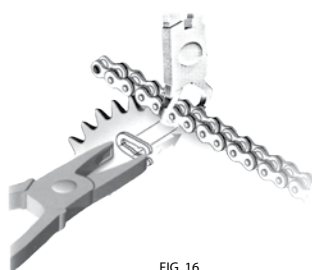

FIG. 16
7. Inserire la forchetta giunto nuova (A) dalla parte posteriore.
8. Posizionare successivamente la piastra giunto (B).
9. Applicare la molletta (C) con le punte orientate in senso opposto a quello di rotazione della catena, con l'ausilio di una pinza (fig. 16).
10. Se si utilizza una maglia giunto **tipo 26**, utilizzando la pinza a becchi arcuati (**cod. 805203**), comprimere con forza le due piastre esterne della maglia giunto per vincere la resistenza degli O-Ring e mettere così in vista i canalini dei perni (fig. 16). Se si utilizza una maglia giunto semiforzata (**tipo 42**), utilizzare l'apposito attrezzo **cod. 805187** con il punzone di avvicinatura dedicato **cod. 805187-4-B** per portare in posizione la piastra esterna. Eventualmente se non disponibile, spingere con piccoli colpi di martello la piastra esterna mobile fino a portarla in battuta contro l'apposito ribasso sul perno.
11. Applicare la molletta (C) con le punte orientate in senso opposto a quello di rotazione della catena, con l'ausilio di una pinza (fig. 16).
7. Insert the new connecting link (A) from the back.
8. Install the connecting plate (B).
9. Install the spring clip (C) with the edges in the direction opposite to the chain rotation, using pliers (fig. 16).
10. If using a slip fit **type 26** link, with the help of special pliers (P/N 805203) strongly press together the two plates of the connecting link overcoming the elastic resistance of the O-Rings and expose the grooves on the pins (fig. 16). If using a press fit **type 42** link, use the tool P/N 805187 with the special punch P/N 805187-4-B to rightly position the external plate. If the tool is not available, strongly clamp the plates together until, the outer plate touches against the purpose-built larger diameter of the pin.
11. Install the spring clip (C) with the edges in the direction opposite to the chain rotation, using pliers (fig. 16).